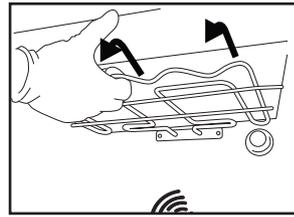
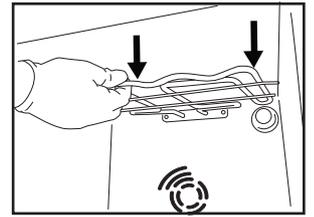

Fig. 1
Fig. 2
2. Tirez légèrement sur l'élément chauffant (Fig. 1) et abaissez-le (Fig. 2).